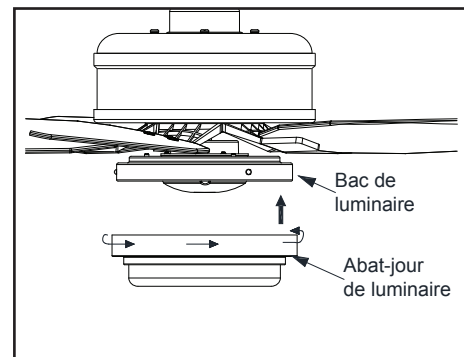

Figure 20
5. Placez l'abat-jour du luminaire dans le bac du luminaire, en alignant les trois parties plates en haut de l'abat-jour avec les trois crans relevés du bac de luminaire. Tournez l'abat-jour du luminaire dans le sens horaire jusqu'à ce qu'il s'arrête. (Figure 20)